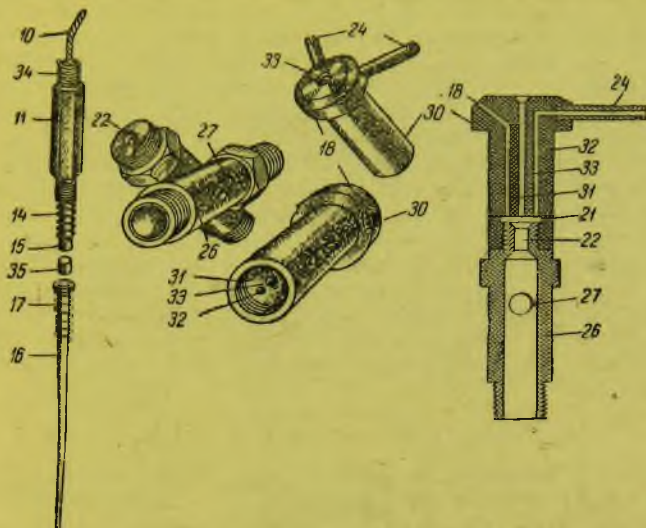

Рис. 85. Эмульсионная и жиклерные трубки карбюратора. Регулировочная игла (номера деталей даются в соответствии с номерами деталей рис. 80)
Подъем и опускание иглы при изменении качественной регулировки осуществляется тросиком, расположенным в центральном отверстии дроссельной заслонки (рис. 85). Вытягивая тросик из оплетки, мы сжимаем пружину (14), вместе с этим поднимается напайка на конце троса (цилиндрик). Игла под действием легкой